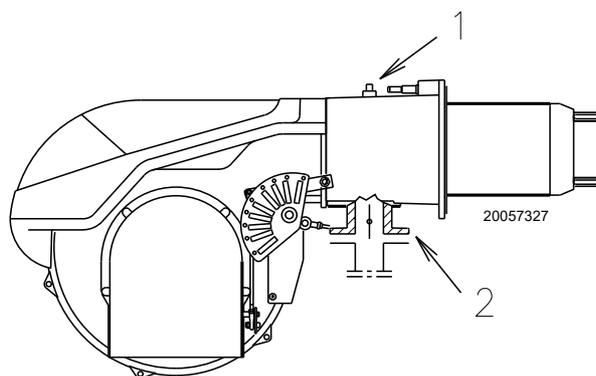

Fig. 23
Pression de gaz mesurée à la prise 1)(Fig. 23 à la page 23), avec :
Perte de charge vanne papillon gaz 2)(Fig. 23 à la page 23) avec ouverture maximale : 90°.
- soustraire de la pression du gaz à la prise 1)(Fig. 23) la pression dans la chambre de combustion.
Pour connaître par contre la pression de gaz nécessaire à la prise 1)(Fig. 23), après avoir défini la puissance de modulation maximale à laquelle on désire faire fonctionner le brûleur:
- Lire sur la droite, colonne 1, la pression à la prise 1)(Fig. 23).
Pression nécessaire à la prise 1)(Fig. 23).